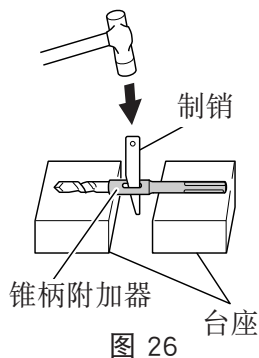

图 26
- (3) 接通开关，按预定深度钻开一个孔口。
- (4) 拆卸钻头时，可将制销插入锥柄附加器的缝隙，把钻头放在台座上，用锤子敲打制销头部。（图 26）